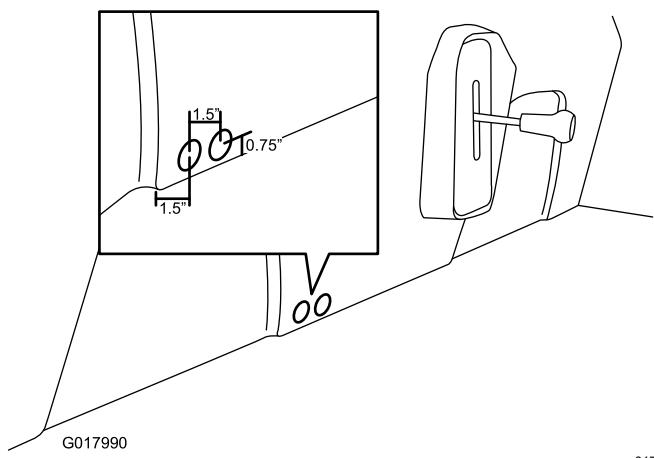

図 31
- 穴あけノコギリ 1" 25.4 mmを使用して、図 31のように、シートベースに穴を 2 つ開ける。